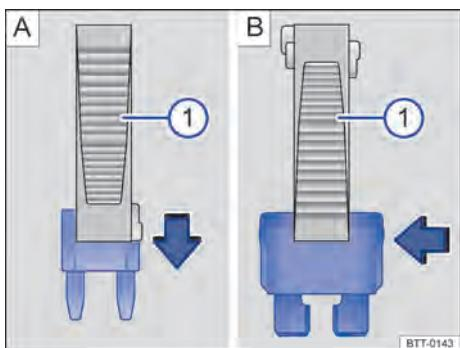

Fig. 121 Remover ou instalar um fusível com a garra da pinça de plástico (1).
- Se necessário, retirar a pinça de plástico → Fig. 121 (1) da cobertura da caixa de fusíveis.
- Em caso de *fusíveis pequenos*, encaixar a garra (1) por cima → Fig. 121 A.
- Em caso de *fusíveis maiores*, empurrar a garra (1) lateralmente sobre o fusível → Fig. 121 B.
- Caso o fusível esteja queimado, substituir o fusível por um novo da *mesma* intensidade de corrente (mesma cor e inscrição) e do *mesmo* tamanho → (1).